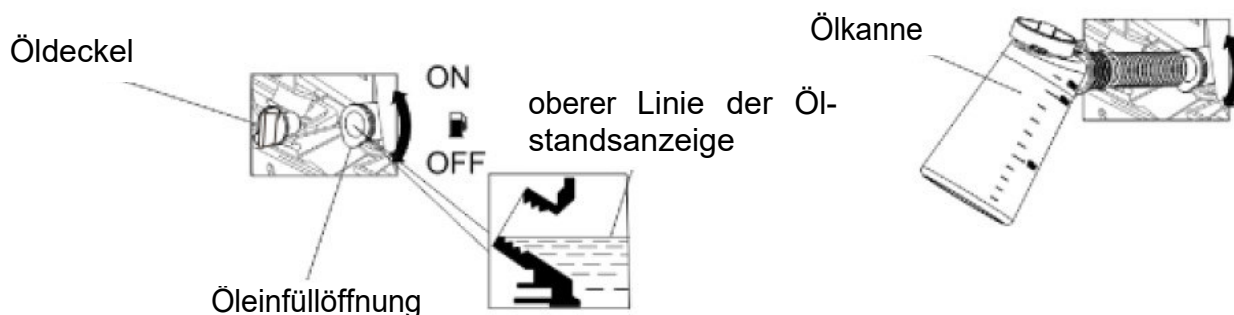

Abb.5-1: Ölstand prüfen
- ➔ Entfernen Sie den Öldeckel (Abbildung 5-1) und wischen Sie ihn mit einem Lappen oder sauberen Tuch ab.
Vergewissern Sie sich, dass der Kraftstoff, den Sie in den Tank einfüllen, kein Wasser enthält. Das Kraftstofffiltersystem (Abb. 5-1) schützt die Kraftstoffanlage vor dem Eindringen von Feststoffpartikeln, Wasser kann durch den Kraftstofffiltersieb dringen und Schäden an den Hochdruckkomponenten verursachen.